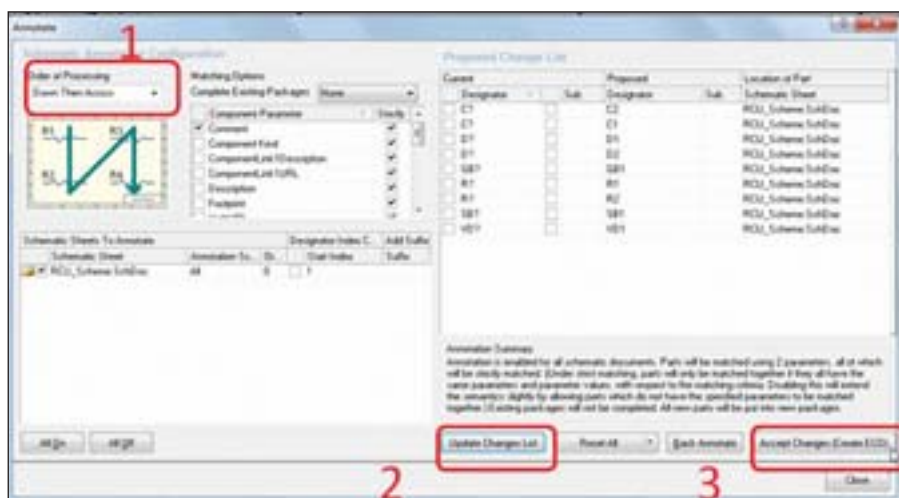

Рис. 47. Окно для перенумерации компонентов
4. Нажмите кнопку *Accept Changes (Create ECO)*, чтобы внести изменения в схему (рис. 47).